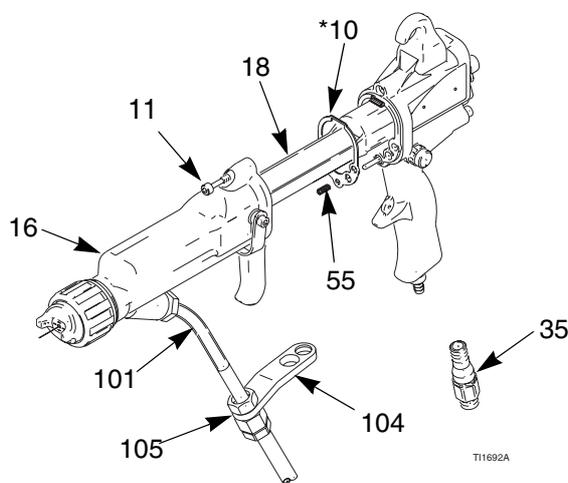

Fig. 29. Instalación del cañón
1. Asegúrese de que la junta (10*) y el muelle de conexión a tierra (55) están bien colocados. Asegúrese de que los orificios de aire están correctamente alineados. Reemplace si estuvieran dañados. Vea FIG. 29.
2. Coloque el cañón (16) sobre la fuente de alimentación (18) y sobre la empuñadura de la pistola (17).
3. Apriete los tres tornillos (11) de manera alternada y uniforme (aproximadamente media vuelta más que el ajuste firme).